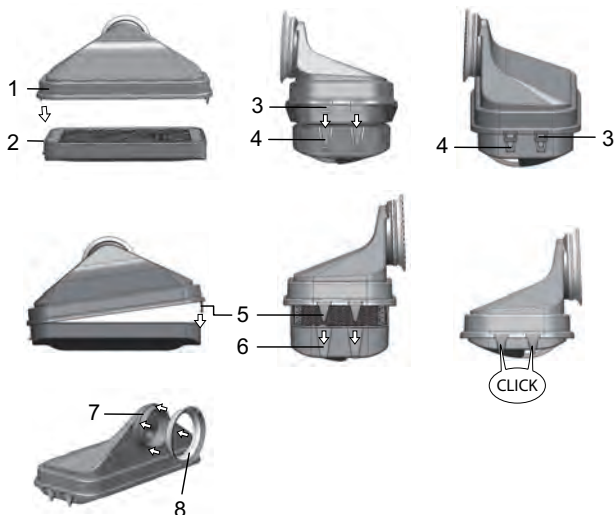
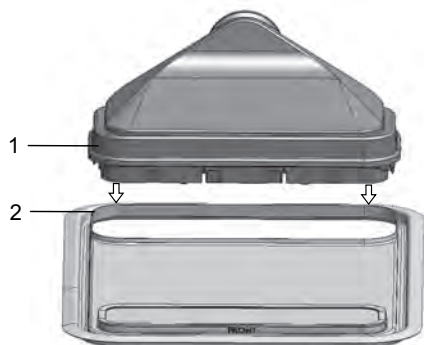

図 4-5. HEPA フィルタ とエアボックスの組立
図 4-6. エアボックスを貯水槽カバーに乗せる
HEPA フィルタ (図 4-5、2) は、下からエアボックス (図 4-5、1) の中に取り付けます。エアボックスは、貯水槽カバー (図 4-6、2) 上のベース上に置かれ、ファンインレットに押し込まれます。
1. HEPA フィルタ (図 4-5、2) を平面上に置きます。
2. エアボックス (図 4-5、1) を左に傾け、左側のタブ (図 4-5、3) を HEPA フィルタ (図 4-5、4) の対応する溝に挿入します。
3. エアボックスの右側にあるタブ (図 4-5、5) を HEPA フィルタの切り欠き (図 4-5、6) にはめ込みます。
4. シール (図 4-5、8) をエアボックスのパイプソケットの溝 (図 4-5、7)。
5. エアボックス (図 4-6、1) を貯水槽カバーのベース (図 4-6、2) に取り付けます。